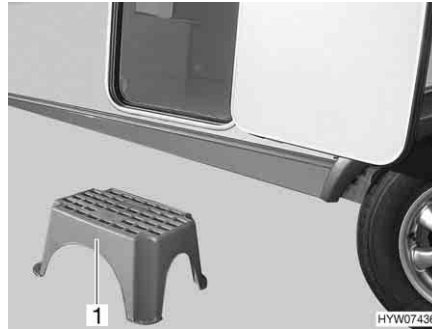

Fig. 21 Escalón de entrada (independiente)
- Colocar el escalón de entrada (Fig. 21,1) delante de la entrada de la caravana.